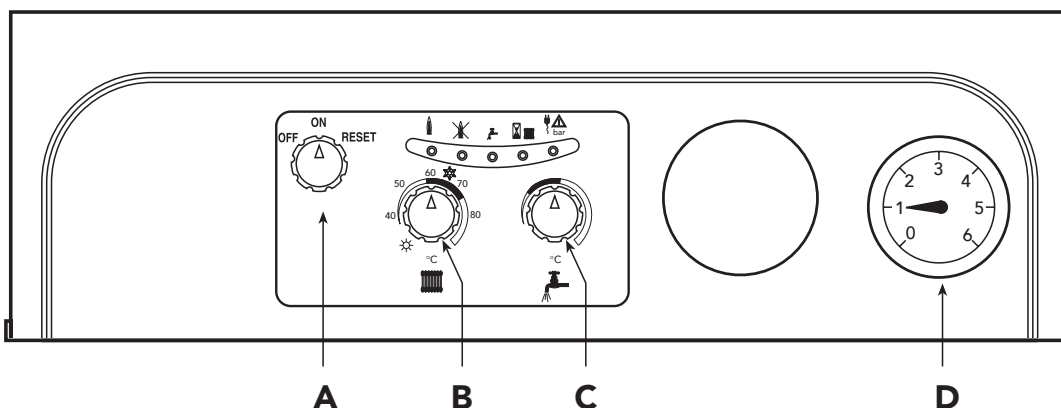

Fig. 25
“HIVER” (❄️) (fig. 25)
“ETE” (☀️) (fig. 25)
- Faire tourner le commutateur (A - Fig. 25) pour le mettre sur ON.
- A ce moment-là, il est possible de décider comment faire fonctionner la chaudière, soit pour le chauffage et la production d’eau chaude sanitaire, soit pour la production d’eau sanitaire uniquement. Si l’on choisit la première solution: chauffage + eau chaude sanitaire, il faut mettre le bouton B (Fig. 25) en position Hiver à un endroit qui correspond à plus de 50°C et celui du thermostat, s’il y en a un, sur la valeur de température voulue. A ce moment-là, le brûleur s’allume et la chaudière commence à marcher automatiquement, car elle est contrôlée par les dispositifs de réglage et de sécurité.
Si l’on choisit la deuxième solution: eau chaude sanitaire uniquement, il faut mettre le bouton B (Fig. 25) en position Été.
Note - Une fois les manoeuvres d'allumage effectuées correctement, si les brûleurs ne s'allument pas et si la lampe témoin de blocage s'allume, il faut attendre 15 secondes environ, puis faire tourner le bouton A (Fig. 25) pour le mettre en position **RESET** (remise en marche) et le relâcher. La carte électronique répétera le cycle d'allumage. Si, au bout de la deuxième tentative, si les brûleurs ne s'allument toujours pas, il faut se reporter au paragraphe intitulé «Recherche des pannes».
Le réglage de la température de l'eau de chauffage s'effectue en faisant tourner le bouton prévu à cet effet (Fig. 25 - détail . B). En faisant tourner le bouton dans le sens des aiguilles d'une montre, on fait augmenter la température de l'eau de chauffage, alors que dans le sens contraire on la fait diminuer. La température peut varier d'un minimum de 30° à un maximum de 85° .